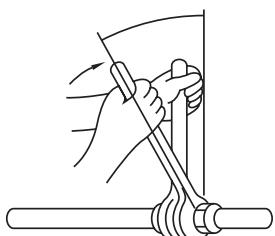

Fig. 5-8
- Kältemittelöl dünn auf der Sitzfläche des Rohrs auftragen. (Fig. 5-8)